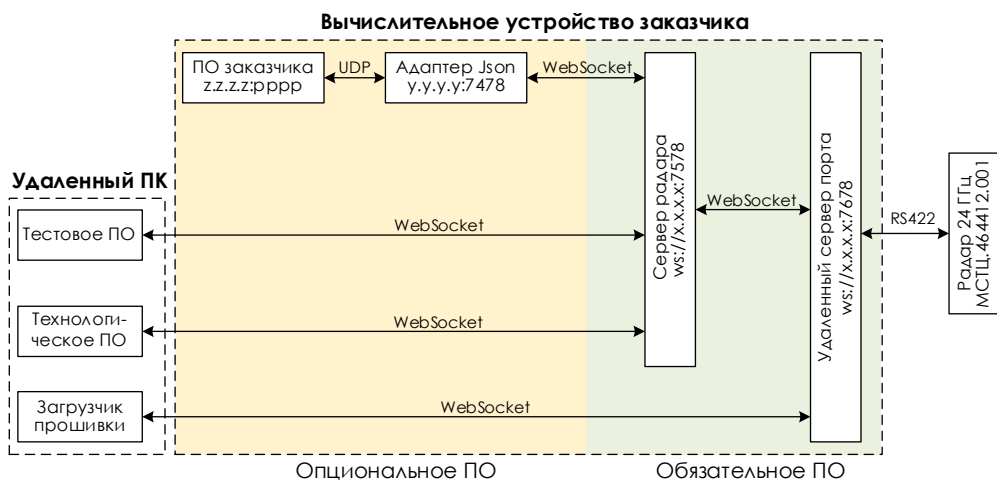

Рисунок 1 — Диаграмма сопряжения ПО
2.1 Поскольку транспорт UDP не предполагает установления соединения, адаптер Json хранит в своей конфигурации перечень всех клиентов, которым рассылаются пакеты от радара. ПО заказчика также должно хранить в своей конфигурации адрес адаптера. В типовом сопряжении ПО (см. рисунок 1) адаптер доступен по адресу `y.y.y.y:7478`, а ПО заказчика может иметь любой UDP-адрес `z.z.z.z:pppp`.